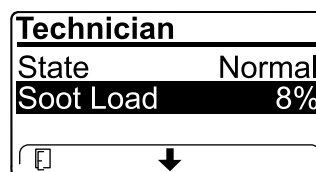

Figura 46
- Verificate il carico di fuliggine misurato come percentuale di fuliggine nel FAP (Figura 46); fate riferimento alla tabella del carico di fuliggine.